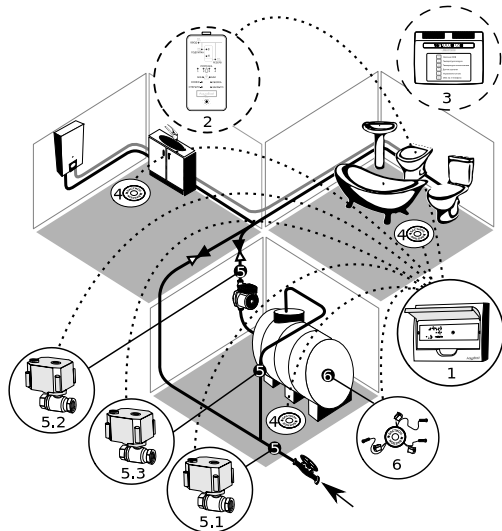

Рис. 7.2.4.1
Краны (5.1, 5.2, 5.3) устанавливаются как показано на рис. 7.2.4.1, датчики протечки (4) устанавливаются на полу в местах возможного скопления воды при авариях и протечках (в санузлах, на кухне, под раковинами, унитазами и т. п.), датчик уровня (6) устанавливается внутри резервного бака. При подаче питания модуль управления переходит в режим «ЗАКРЫТО/АВАРИЯ», при этом все краны будут перекрыты. Нажатием кнопки модуль управления перейдет в режим «ОТКРЫТО», при этом откроются краны 5.1 и 5.2 (кран 5.3 открывается и закрывается по команде датчика уровня).